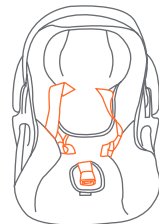

Fig. 32-1
3. Coloque el Asiento de Seguridad en una superficie firme y nivelada. Mueva la manija de transporte a la posición de no mecerse. Afloje los Tirantes del Arnés jalando los tirantes mientras presiona sobre el Botón de Ajuste del Arnés ubicado bajo la almohadilla justo enfrente de la hebilla. Desabroche el Broche de Pecho del Arnés. Desenganche los Tirantes del Arnés y tiéndalos sobre el respaldo del Asiento ó a los lados del Asiento de Seguridad (Fig. 32-1).